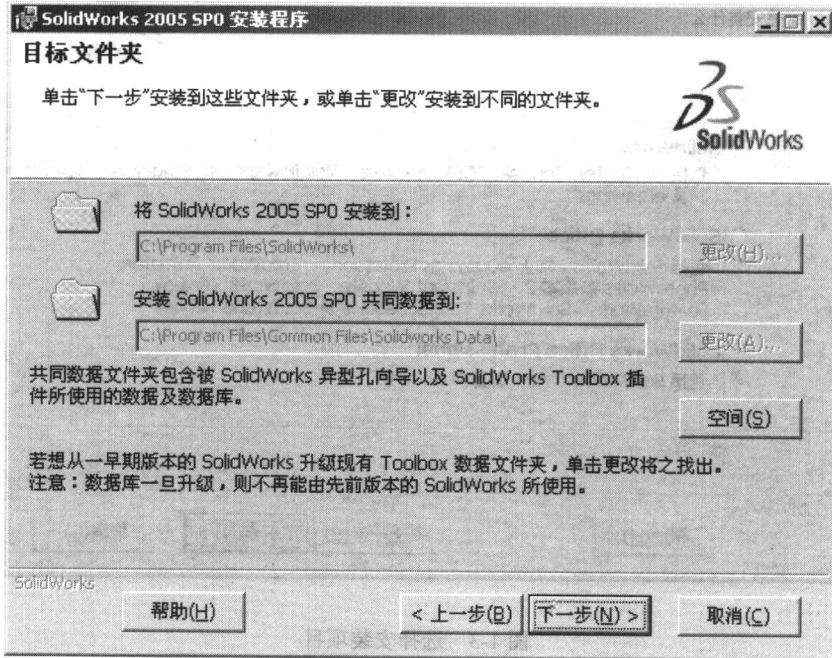

图 1-5 选择目标文件夹
- (5) 单击“下一步”按钮，如图 1-5 所示，选择目标文件夹。